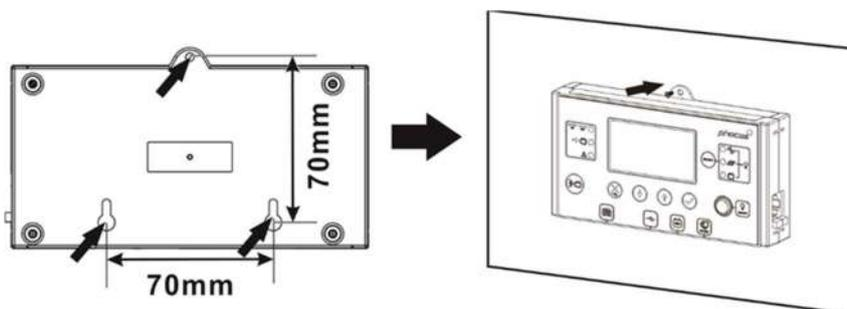

Fig. 12: Locais dos furos de montagem do monitor remoto
5. Faça os três orifícios de montagem nas distâncias marcadas de 70 mm, 2,76 pol. (Fig. 12, esquerda). Use M3, tamanho no. 4 parafusos de diâmetro. As cabeças dos parafusos devem estar entre 5 e 7 mm, 0,2 e 0,3 pol. Aparafuse os dois parafusos inferiores na parede onde o módulo de exibição deve ser montado e deixe as cabeças dos parafusos se projetarem a 2 mm da parede. Deslize a tela para baixo nas cabeças dos parafusos salientes. Agora insira e aperte o terceiro parafuso na parte superior (Fig. 12, direita).